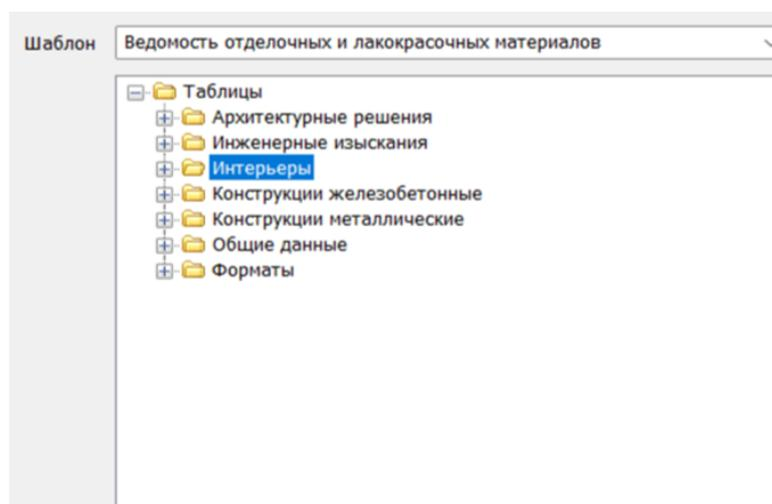

Рис. 4.34
2. Таблицы из базы - таблица, создаваемая по готовым шаблонам NANOCAD. При её выборе появляется меню с различными шаблонами таблиц (рис. 4.34).